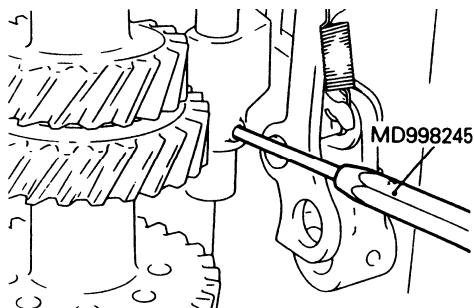

图 3-79 安装超速/倒档换档衔套弹簧销
(25) 如图 3-79 所示, 使用专用工具敲入超速/倒档换档衔套的弹簧销。